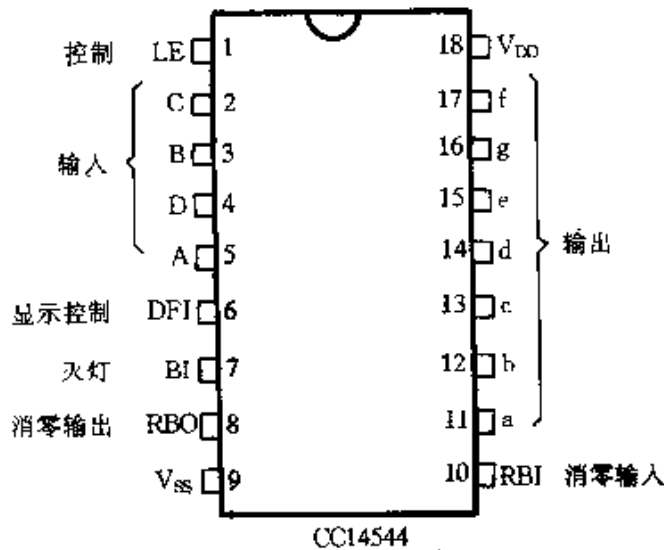

图 2-386
⑭ 图 2-386 所示为 BCD 锁存/7 段译码驱动器 CC14544 引脚功能图。CC14544 的功能是将输入的四位 BCD 码译码后驱动数码管显示,其 7 个输出端 a ~ g 对应数码管的 7 个笔画。CC14544 具有多位显示自动消隐无效零的功能,RBI 和 RBO 分别为串行消隐无效零的输入端和输出端。LE 为锁存控制端,LE = 0 时,输出被锁存。DFI 为显示控制端,当采用液晶数码管时,DFI 接交流驱动电压;当采用共阳 LED 数码管时,DFI 接“1”;当采用共阴 LED 数码管时,DFI 接“0”。